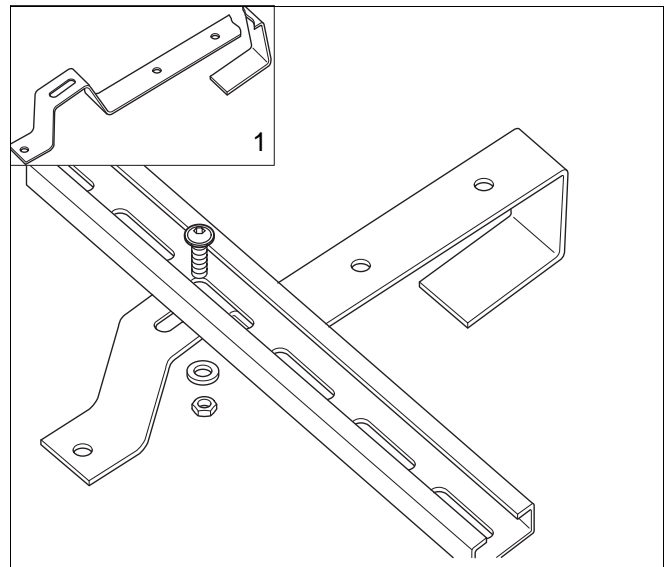

Abb. 9 Dachhaken montieren
- Den Winkel des Dachhakens vor der Montage absägen (Abb. 9, Pos. 1).
- Die vier Dachhaken entsprechend der zuvor ermittelten Maßangaben (Abb. 1) unter die Profilschienen (Abb. 9) schrauben. Beiliegende Fächerscheiben benutzen.